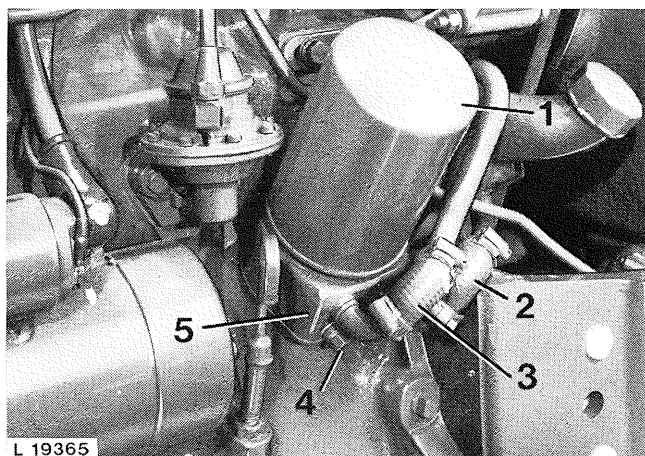

Fig. 4 — Refroidisseur monté
1. Dévisser le filtre 1 (fig. 4).